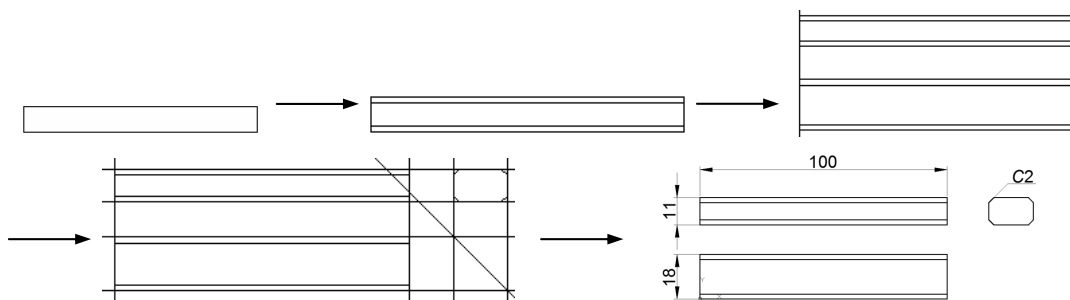

图 2-42 绘制方头平键
绘制流程如图 2-42 所示。
(8) 删除构造线, 最终绘制结果如图 2-42 所示。